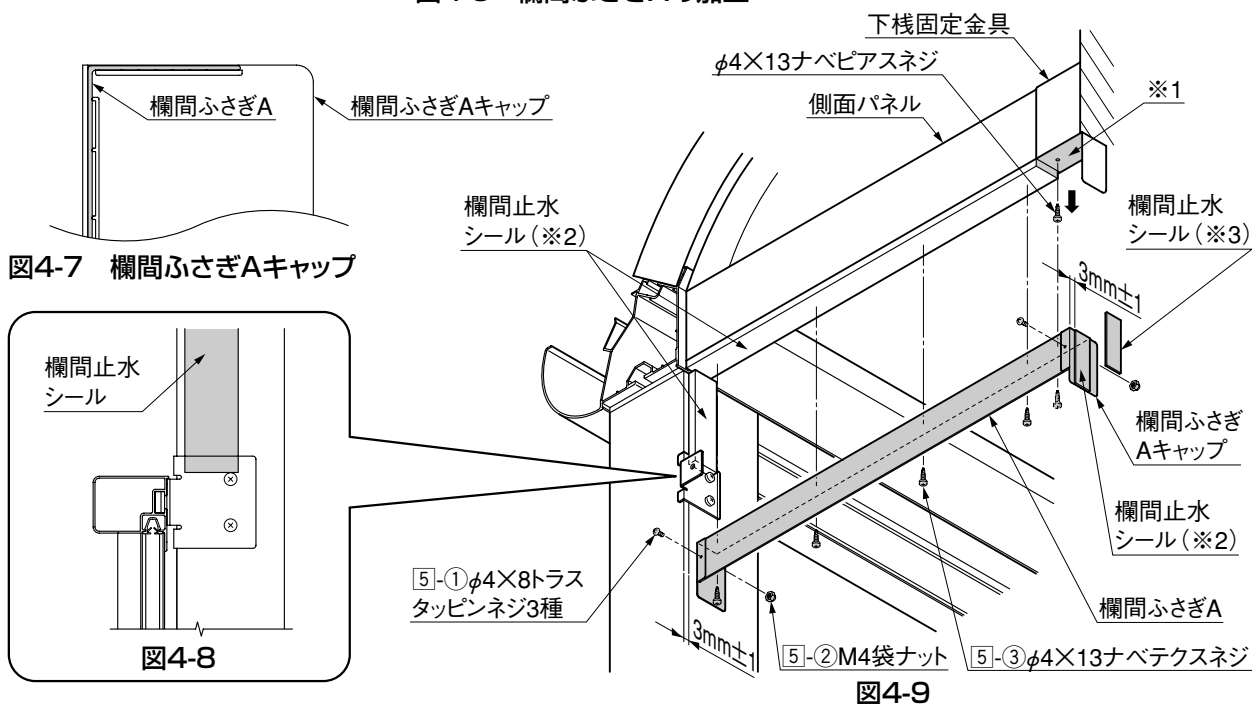

図4-7 欄間ふさぎAキャップ
- ⑤ 欄間ふさぎAに欄間ふさぎAキャップをはめ込んで⑤-①で取付けた後、⑤-②をネジ先に取付けてください。(図4-7、図4-9参照)